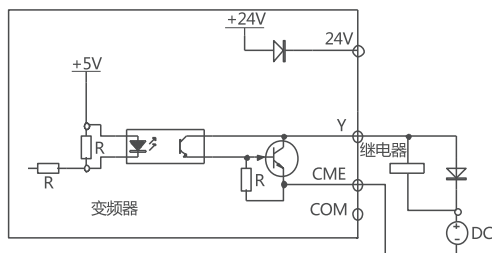

图 4.17 多功能输出端子接线方式2
(2) 多功能输出端子Y1也可使用外部电源，接线方式如图4.17所示。